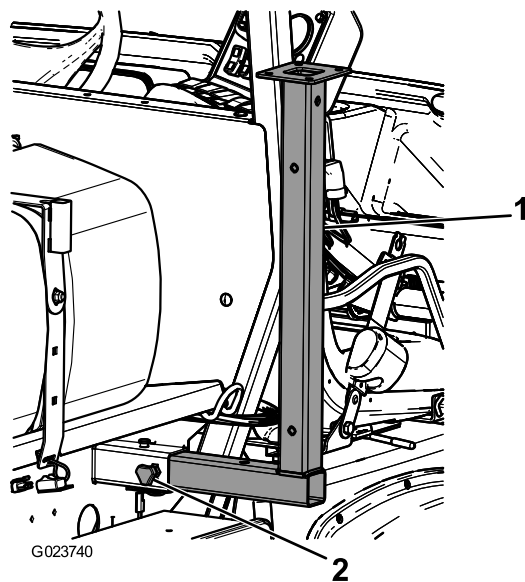

Figura 47
1. Introducei suporturile de cric frontale cu susul în jos în cadru, lângă punctele frontale de ancorare (Figura 47).